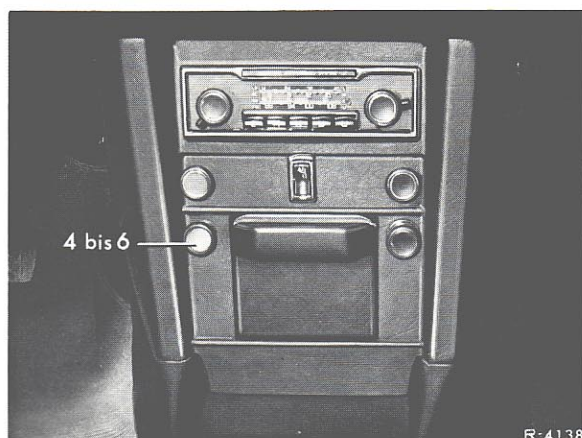

Bild 67-2/6
17. Sicherungsdose (12) mit den Linsenblechschrauben (13) am Halter (23) anschrauben und die elektrischen Leitungen 1 und 2 anschließen.
18. Durch die Aufschäumung des Gehäuses das vorhandene Loch für den Schalter (4) schneiden und den Schalter (4) mit Glühlampe, Rosette (5) und Knopf (6) montieren. Danach die Kupplung des Zusatzleitungssatzes (3) auf den Schalter (4) drücken und Gehäuse montieren (Bild 67-2/6 und 7).